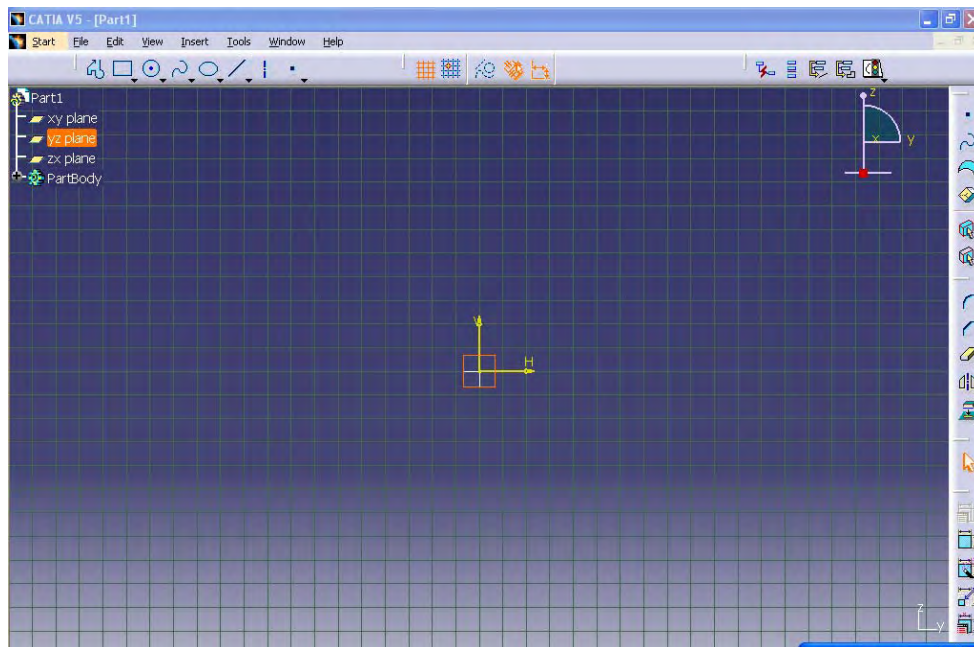

Figura 4.2: ENTORNO SKETCHER
1.- Inicio del programa CATIA, se da clic en la pestaña Start, se selecciona el modulo SKETCHER, posteriormente se elige el plano YZ para dibujar el primer perfil (ver figura 4.2).